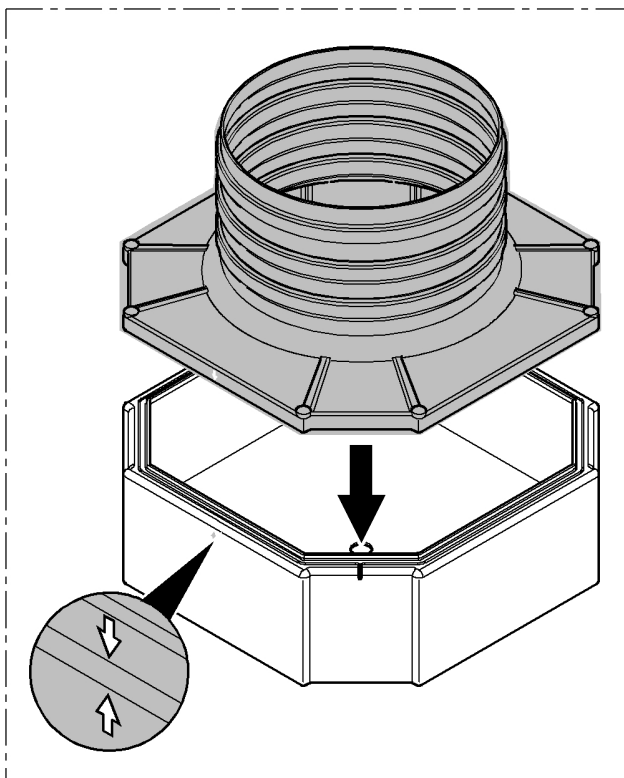

Fig. 2
- Posicionar a parte superior do escoadouro na base do mesmo tomando o cuidado para não raspar os conectores necessários para a soldagem e para fazer com que as setas brancas desenhadas nos dois componentes coincidam. (Fig. 2)